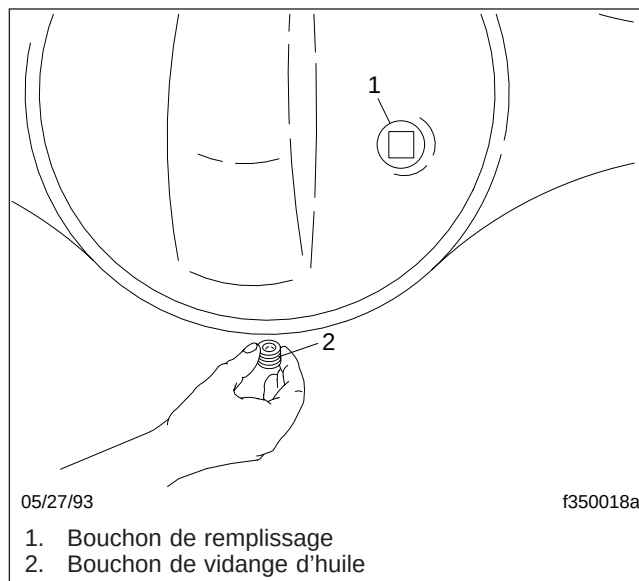

Fig. 3, Bouchons de vidange et de remplissage du carter d'essieu
remplissage (ou la colonne d'alimentation si installée dans l'orifice de remplissage). Voir la figure 3.
3. Placez un bac de récupération sous le bouchon de vidange de l'essieu arrière. Voir la figure 3. Vidangez l'huile à une température de fonctionnement normale, soit 65 °C à 93 °C (150 °F à 200 °F). À cette température, l'huile s'écoulera plus facilement, ce qui assurera une vidange complète de l'essieu.